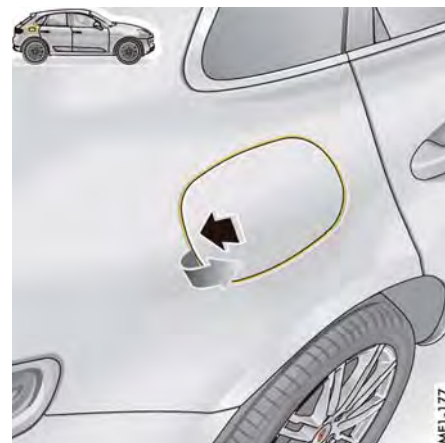

図59: フィラー・フラップを開く
1. フィラー・フラップの後部 (図59) を押すと、フラップが開きます。
1. フィラー・フラップの後部 (89ページ：図 59) を押すと、フラップが開きます。